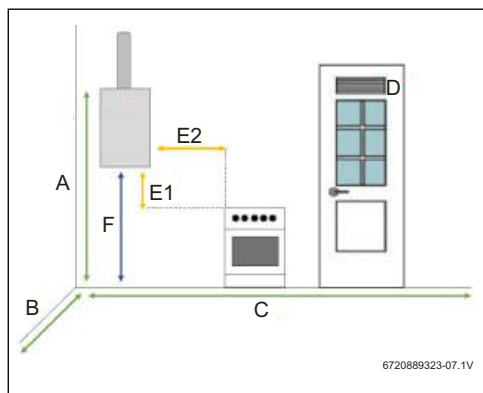

Fig. 19 Distancias mínimas
- Respetar las medidas mínimas de instalación indicadas en la Fig. 19.
- Garantizar un buen acceso para realizar los trabajos de mantenimiento respetando siempre las distancias mínimas indicadas en la Fig. 19.